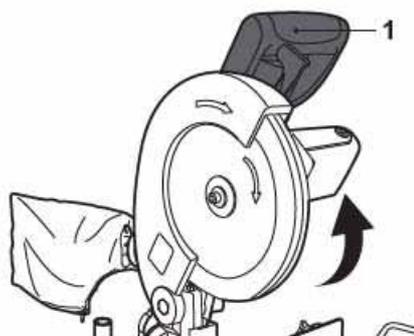

Fig. 30
- > Levez la poignée [1] au maximum (Fig. 30).